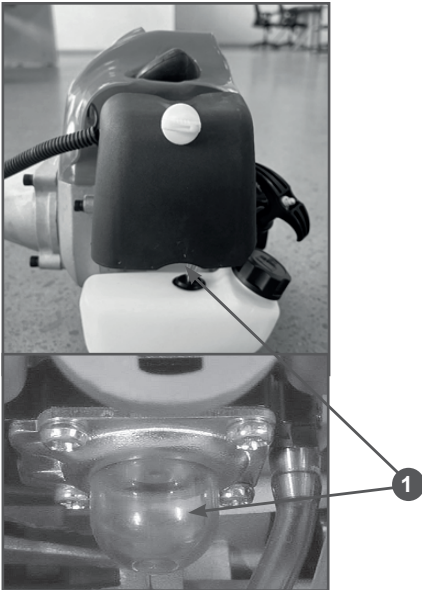

Рис. 9 Расположение ручного топливного насоса
- Прокачайте топливо через карбюратор. Для этого нажимайте (примерно 5-10 раз) на ручной топливный насос до появления в насосе топлива и возникновения сопротивления при нажатии. Насос находится в нижней части карбюратора под корпусом воздушного фильтра (Рис. 9).